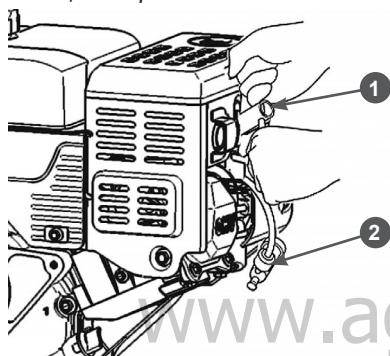

Рис. 46 Обслуживание свечи зажигания
- Снимите со свечи зажигания колпачок 1 высоковольтного провода и удалите грязь вокруг свечи зажигания (Рис. 46).
- Открутите свечу зажигания свечным ключом 2 (Рис. 46).